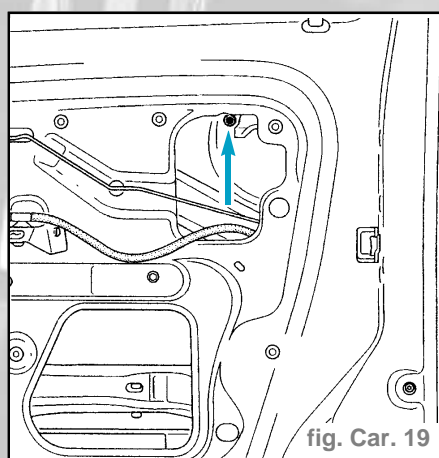

fig. Car. 19
- Après dépose de la garniture et du cache anti-violabilité, déposer la vis de fixation de la poignée (fig. Car. 19).